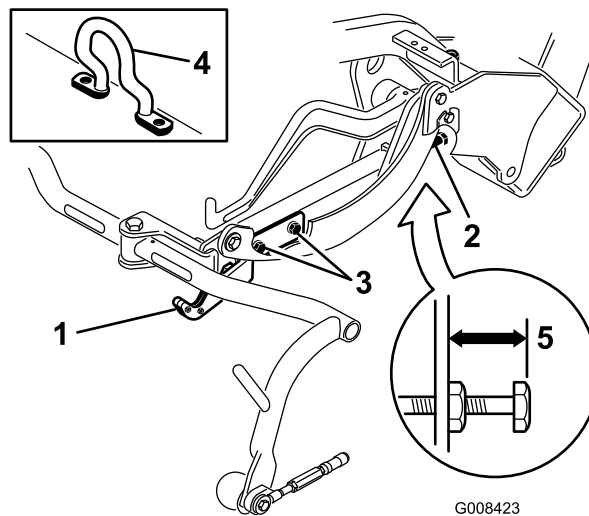
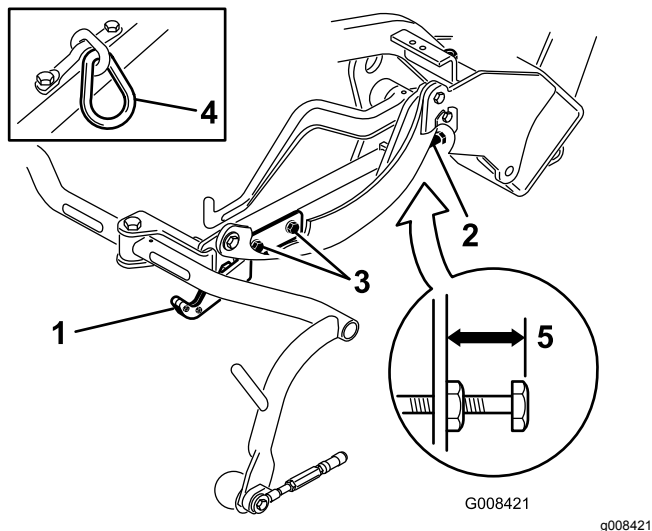
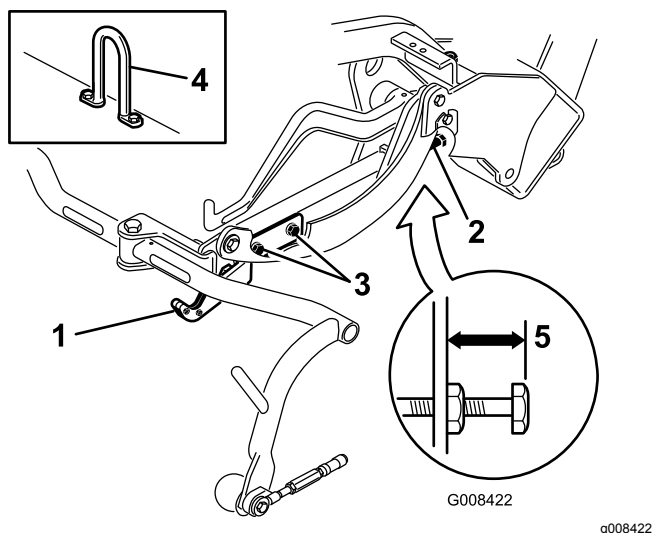

Figure 12
Figure 13
Figure 14
Vérifiez la hauteur de transport (Figure 13 et Figure 14) et ajustez-la au besoin.
- Sur les unités de coupe équipées d'un crochet de levage décentré (Figure 12, détail), vérifiez qu'un espace de 25 mm existe entre le haut de la vis de réglage du bâti porteur et l'arrière du bâti porteur. Si l'espace n'est pas correct, passez à l'opération 4.
- Sur les unités de coupe équipées d'un maillon de chaîne ou d'un crochet de levage droit (Figure 13 et Figure 14, détails), vérifiez qu'un
espace de 22 mm existe entre le haut de la vis de réglage du bâti porteur et l'arrière du bâti porteur. Si l'espace n'est pas correct (22 mm), passez à l'opération 4. Si l'unité de coupe est équipée d'un crochet de levage décentré (Figure 12), passez à l'opération suivante.
4. Desserrez les vis de fixation de la plaque de transport (Figure 13, Figure 14 et Figure 12).
7. Si les bâtis porteurs ne sont pas tous à la même hauteur, desserrez l'écrou de blocage de la vis de réglage sur chaque bâti (Figure 12, Figure 13 et Figure 14). Tournez la vis vers l'extérieur pour élever le bâti ou vers l'intérieur pour l'abaisser. Serrez l'écrou de blocage une fois que vous avez obtenu la hauteur correcte.